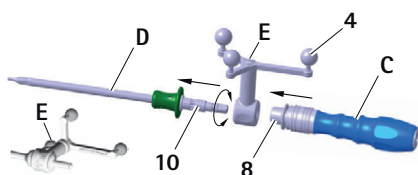

Рис. 8 Установка контрольного звездообразного блока («калибровка при помощи ICM 4») и рукоятки S⁴C (FW067R или FW165R) на отвертку S⁴C
- ▶ Отпустить блокировочную втулку 8, см. Рис. 8.